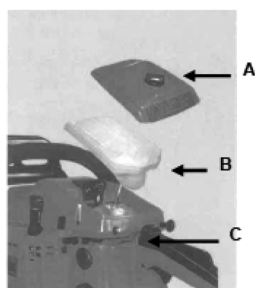

Figura 14
1. Retire os parafusos que sustentam a tampa do filtro de ar (A) e remova-a.
2. Retire o filtro (B) da caixa de ar (C) (Figura 14).